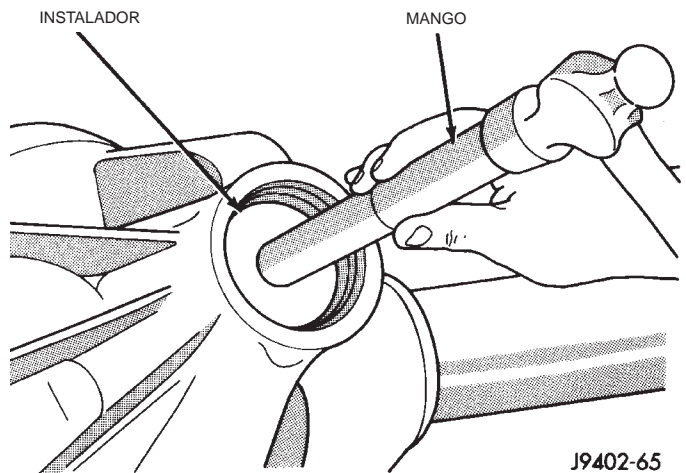

Fig. 53 Instalación de la cubeta del cojinete delantero del piñon
(3) Aplique lubricante en barra Mopar® Door Ease, o uno equivalente, a la superficie exterior de la cubeta del cojinete.
(4) Instale la cubeta del cojinete con el instalador D-146 y el mango insertador C-4171 (Fig. 53).